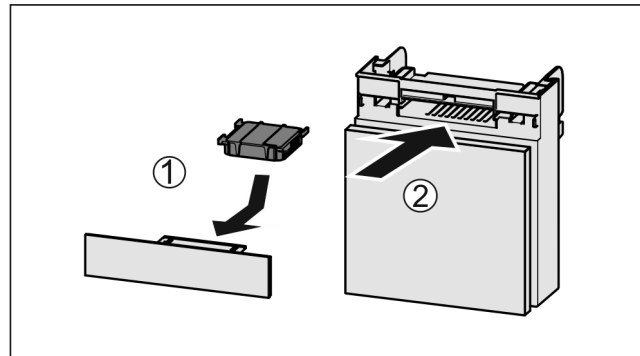

Fig. 123
- ▶ Поставете Fig. 123 (1) филтъра с активен въглен, както е показано на фигурата.
- ▶ Вкарайте Fig. 123 (2) отделението.